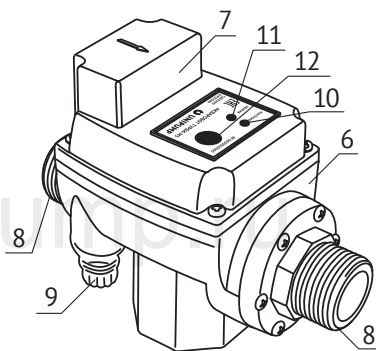

рис. 3
Блок управления ТУРБИ-М3 (рис. 3) состоит из герметичного пластикового корпуса - (6) и верхней крышки с резиновой прокладкой - (7). На корпусе блока управления расположены присоединительные патрубки с наружной резьбой 1" - (8), а также два кабельных ввода - (9). На верхней крышке находятся два сигнальных светодиода, отображающих режимы работы устройства - зеленый КОНТРОЛЬ - (10) и красный АВАРИЯ - (11), а также кнопка сброса аварийного режима - (12). Внутри корпуса установлены датчик потока (ДП), двухпороговый датчик давления (ДД) и электронная печатная плата с микроконтроллером, который задает программу работы устройства. ДП состоит из турбины, вращающейся на оси потоком воды, и геркона. В лопастях турбины симметрично расположены два магнита. Принцип действия устройства заключается в том, что при прохождении через него потока воды со скоростью выше 2 л/мин, начинает вращаться турбина датчика потока. Геркон при сближении с магнитами, расположенными в лопастях турбины, получает импульсы и подает их в микроконтроллер. Микроконтроллер обрабатывает эту информацию, и силовое реле включает насос. При этом насос